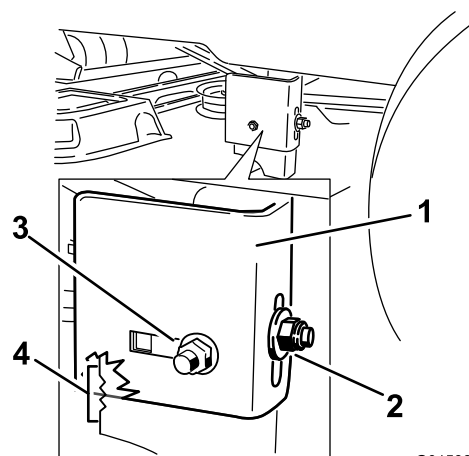
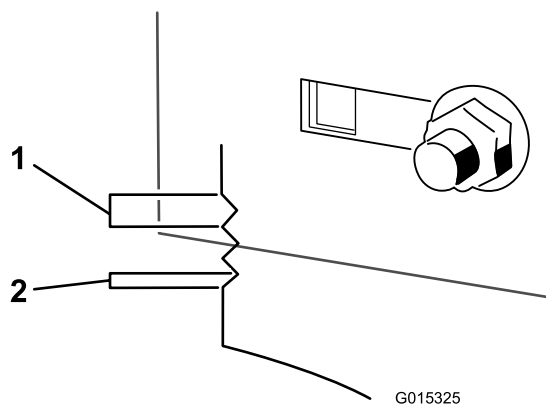

Figure 62
Figure 63
8. Desserrez l'écrou de blocage arrière sur le support (Figure 62).
9. Desserrez l'écrou de blocage latéral sur le support jusqu'à ce qu'il soit possible d'ajuster le support (Figure 62). Utilisez les crans du support soudé pour mesurer le réglage requis. La surface de chaque cran équivaut à 6 mm, tandis qu'un côté équivaut à 3 mm (Figure 63). Réglez le plateau de coupe à la hauteur voulue.
10. Arrêtez le plateau de coupe et vérifiez sa hauteur, puis serrez l'écrou de blocage latéral sur le support pour fixer cette nouvelle position (Figure 62). Serrez l'écrou de blocage arrière sur le support.